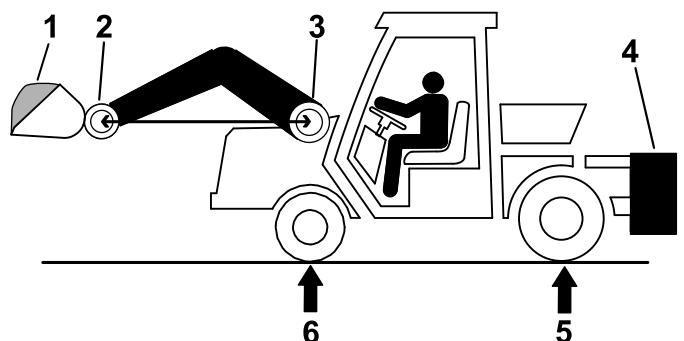

Рисунок 32
Примечание: Если значение R **меньше** требуемой нагрузки на задний мост (RRAW), балласт не требуется (Рисунок 32).
- Поместите максимальный груз в ковш, поднимите ковш и переместите его в крайнее переднее положение, как показано на Рисунок 32.
- Измерьте полную массу машины (GVW) на переднем и заднем мостах с поднятым погрузчиком так, чтобы ось поворота ковша была на одной высоте с осью поворота стрелы (Рисунок 32).